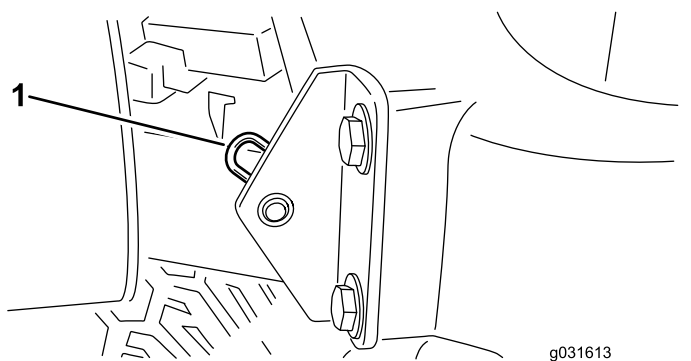

Рисунок 32
2. Снимите игольчатый шплинт крепления оси поворота капота к монтажным кронштейнам (Рисунок 32).